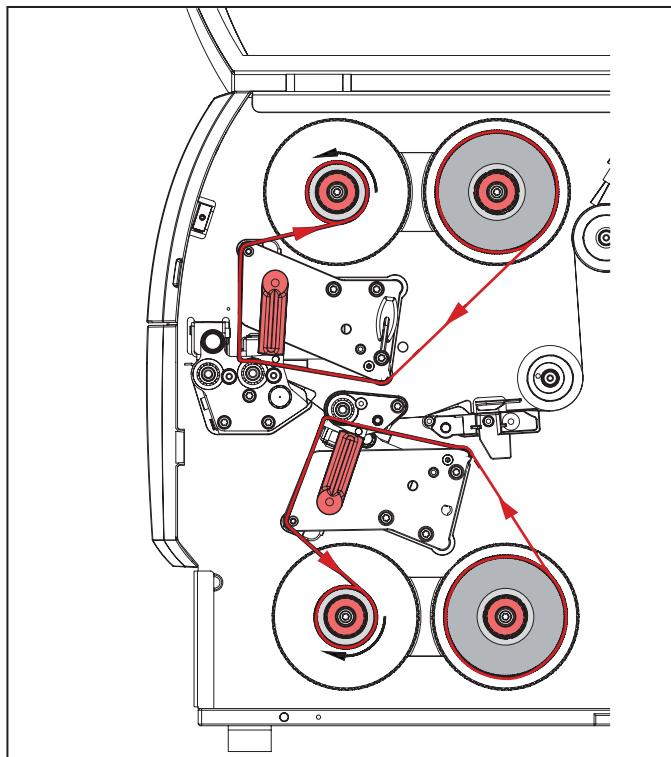

Bild 6.8 Transferfolienlauf
- Drehen Sie den Hebel (6) gegen den Uhrzeigersinn, um den oberen Druckkopf zu verriegeln.
- Schieben Sie die Transferfolienrolle (1) so auf den Abwickler (2), dass die Farbbeischichtung der Folie beim Abwickeln nach unten zeigt.
- Positionieren Sie die Transferfolienrolle (1) so auf dem Abwickler, dass die Skalenwerte an beiden Seiten der Rolle identisch sind.
- Halten Sie den Abwickler (2) fest und drehen Sie den Drehknopf am Abwickler (3) gegen den Uhrzeigersinn, bis die Transferfolienrolle fixiert ist.
- Schieben Sie einen geeigneten Transferfolienkern (4) auf den Transferfolienaufwickler (5) und fixieren Sie ihn in gleicher Weise.
- Führen Sie die Transferfolie durch die Druckbaugruppe, siehe Bild 6.8.
- Fixieren Sie den Anfang der Transferfolie mit einem Klebestreifen am Transferfolienkern (4). Beachten Sie dabei die Rotationsrichtung des Transferfolienaufwicklers entgegen dem Uhrzeigersinn.
- Drehen Sie den Transferfolienaufwickler (5) gegen den Uhrzeigersinn, um den Transferfolienlauf zu glätten.
- Drehen Sie den Hebel (6) im Uhrzeigersinn, um den Druckkopf zu verriegeln.
- Falls Sie das Material beidseitig bedrucken wollen, legen Sie in derselben Weise eine Transferfolienrolle in die untere Druckeinheit (7) ein.